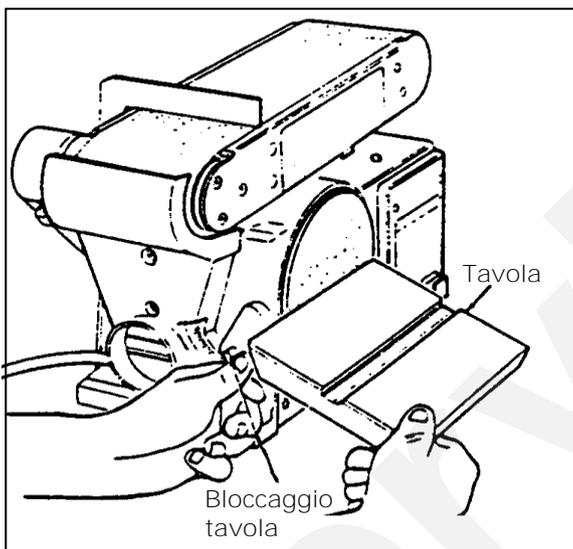

Figura 20 – Inclinazione della tavola di lavoro.
2. Appoggiare il pezzo da levigare sul bordo del nastro abrasivo, dalla parte del rullo folle (figura 20).